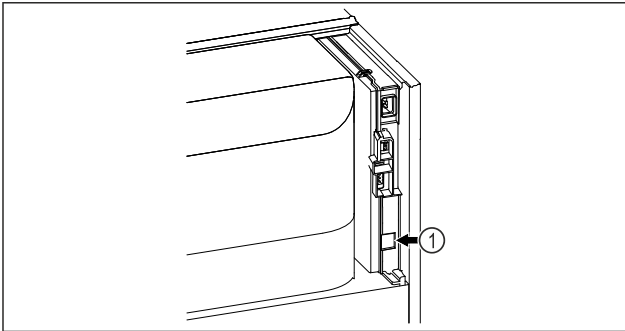

Fig. 97
- Използва се SmartModule Fig. 97 (1).